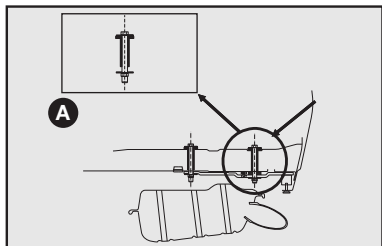
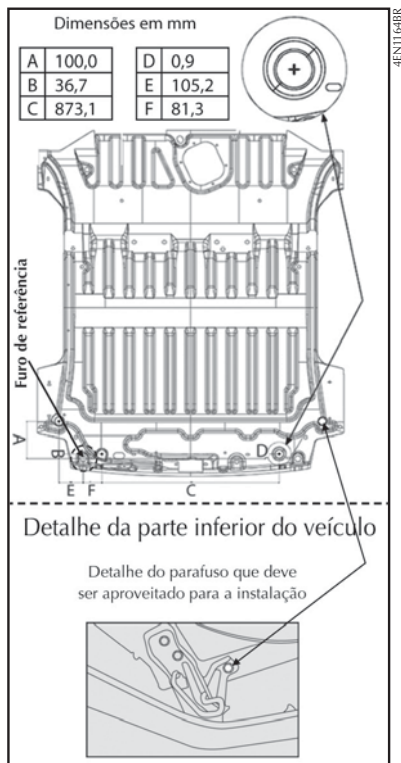

fig. 12
fig. 13
- Efetuar no veículo a furação com  $\varnothing$  (diâmetro) 11 mm traspassando o assoalho posterior (ver detalhe **A-fig. 12**) e a longarina nas marcas esquemáticas indicadas na figura correspondente ao modelo do seu veículo (**fig. 13**).